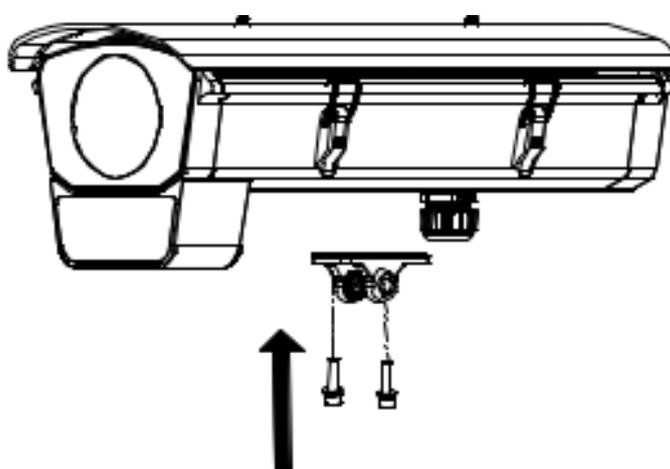

Рисунок 2.5
5) Подсоедините крепление к корпусу камеры (рис. 2.5).